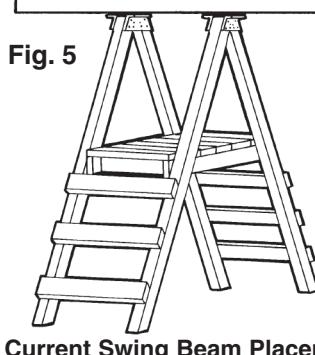

Fig. 5
- For installation of the Tire Swing you must adjust your swing beam placement in order to create proper stability and a large enough opening to meet ASTM Safety Standards. See (**Fig. 5**) and (**Fig. 6**) above for an illustration of the change.
- Reattach swing beam to A-Frame and slide platform using screws, carriage bolts, washers and loc nuts in steps 3 and 4 above. It is advised to first attach the A-Frame then with the help of at least one other person place the swing beam on top of the slide platform. After installed your Swing Set should resemble (**Fig. 5**). **NOTE:** Remember to replace beam covers.
- Para la instalación del columpio de neumático, debe ajustar la ubicación de la viga de su columpio de manera que haya la estabilidad adecuada y una abertura lo suficientemente grande para satisfacer los requerimientos delos Estándares de Seguridad de la Sociedad Estadounidense de Pruebas de Materiales (American Society for Testing Materials, ASTM). Ver la (**Fig. 5**) y (**Fig. 6**) arriba para ver una ilustración del cambio.
- Volver a fijar la viga a la estructura en A y la plataforma de deslizamiento, utilizando tornillos, pernos con cabeza de hongo, arandelas y tuercas de seguridad de los pasos 3 y 4 de arriba. Se recomienda fijar la estructura en A. Posteriormente, con la ayuda de al menos otra persona, coloque la viga del columpio en la parte superior de la plataforma de deslizamiento. Luego de instalado, su juego de columpios debería parecerse a la (**Fig. 5**). **NOTA:** Recordar reemplazar las cubiertas de viga.
- Pour installer la balançoire à un pneu, vous devez ajuster l'emplacement de la poutre de balançoire de manière à permettre une plus grande stabilité et un espace suffisamment grand pour être conforme aux normes de sécurité ASTM. Voir la (**Fig. 5**) et la (**Fig. 6**) ci-dessus pour une illustration de la modification.
- Tel que décrit aux étapes 3 et 4 ci-dessus, remplacez et fixez la poutre de balançoire au cadre en A et à la plateforme de la glisseoire à l'aide de vis, de boulons à carrosserie, de rondelles et de contre-écrous. Il est recommandé de fixer d'abord le cadre en A et ensuite, avec l'aide d'au moins une autre personne, de fixer la poutre de balançoire sur le dessus de la plateforme de la glisseoire. Une fois installé, votre portique doit ressembler à la (**Fig. 5**). **REMARQUE :** n'oubliez pas de remplacer les semelles de poutre.